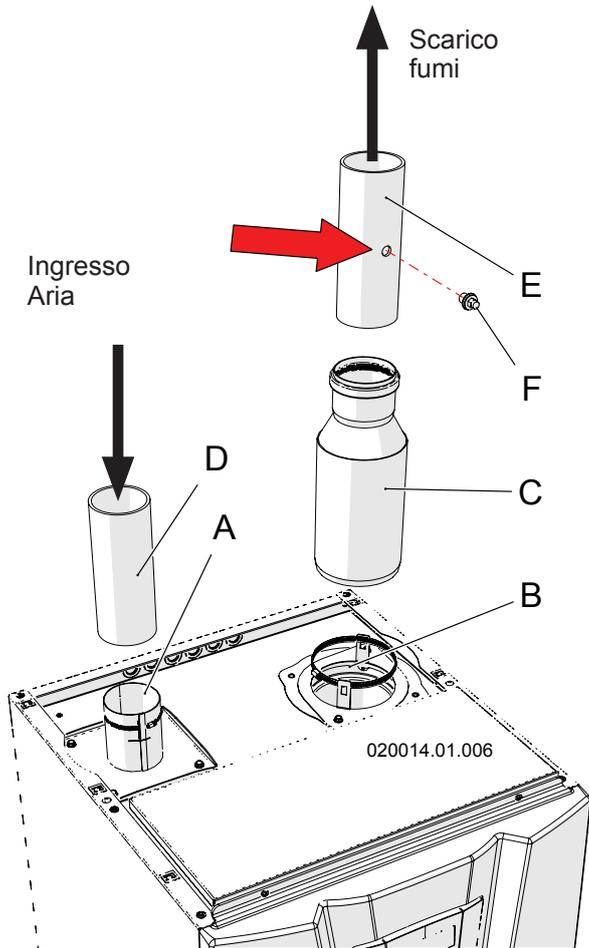

Figura 11-2 - Installazione del sistema sdoppiato
L'apparecchio viene fornito di serie con i raccordi per il collegamento per lo scarico dei fumi e l' aspirazione aria. Per l'installazione procedere come indicato in figura 11-2.
- 1.- Se non fosse già presente occorre creare un foro per le analisi di combustione posizionato circa a 200 mm dal raccordo di scarico gas combusti (vedi figura 11-2 corrispondente al tappo particolare "F").
- 14.- Chiudere il foro per l'analisi di combustione di figura 11-2 con tappo "F" adeguato come da istruzioni del costruttore del tubo di scarico.